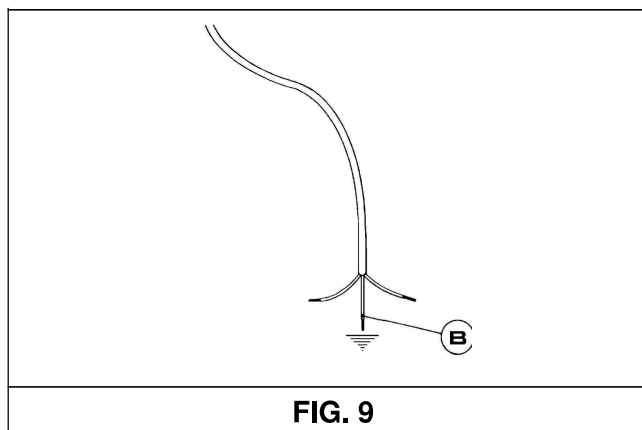

FIG. 9
Observação: caso o cabo de alimentação seja substituído, será necessário o cabo de ligação à terra (B) ser mais comprido do que o cabos condutores (fig. 9) e obedecer as instruções do parágrafo "CONEXÕES ELÉTRICAS".